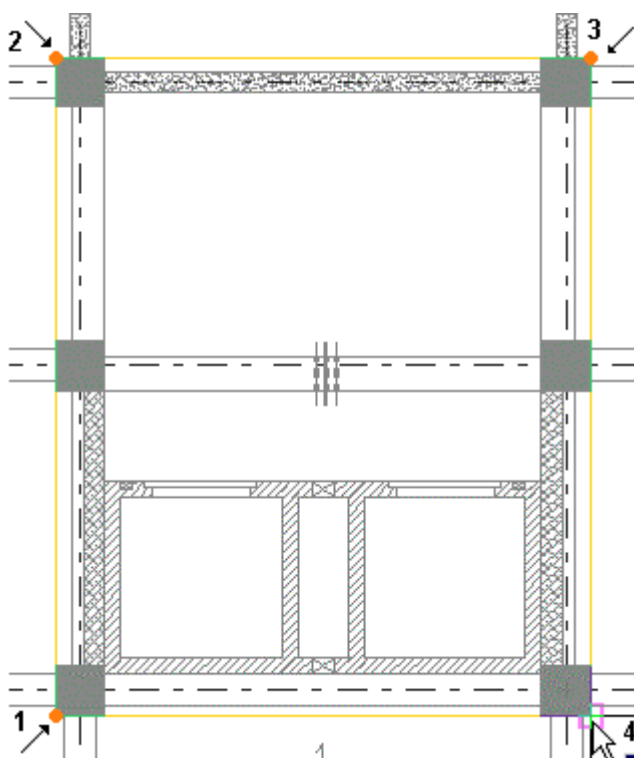

Figura 183: Punctele plăcii
3. Desenați placa punct cu punct ca în Figura 183.